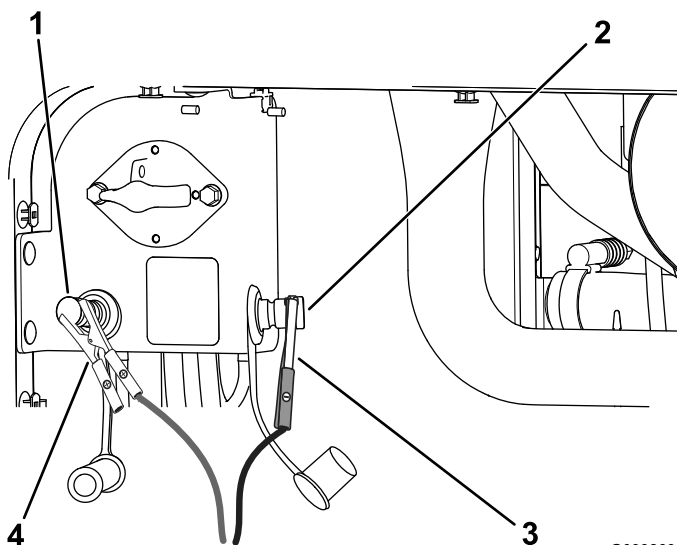

Figure 99
4. Branchez le câble de démarrage positif (+) à la borne positive de la batterie déchargée (Figure 99).
5. Branchez le câble de démarrage négatif (-) à la borne négative de la batterie déchargée (Figure 99).
7. Lorsque le moteur démarre, demandez à l'autre personne de débrancher le câble de démarrage négatif (-) du de la borne négative de la batterie déchargée, puis de débrancher le câble de démarrage positif (+) (Figure 99).